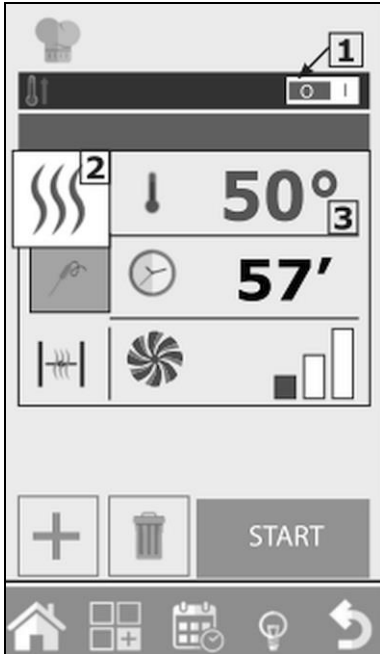
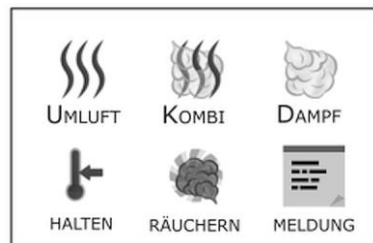
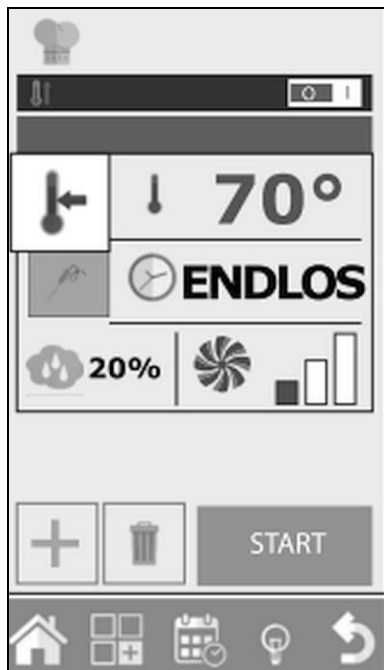

Abb. 10
Abb. 11
Abb. 15
Außerdem kann diese Funktion durch Drücken auf die Taste 1 (Abb. 10) rechts oder links aktiviert oder deaktiviert werden.
Die Taste 2 (Abb. 10) ist werkseitig auf den Gar-Modus **Umluft** eingestellt. Durch Drücken dieser Taste ist es möglich, den Gar-Modus auf **Kombidämpfen** oder **Dampfgaren** zu ändern. Außerdem können die Gar-Modi **Halten**, **Meldung** oder **Räuchern** eingestellt werden (Abb.11).
Durch Drücken der Taste 3 (Abb. 10) kann die Temperatur im Garraum eingestellt werden. Die einstellbare Temperatur ändert sich je nach gewähltem Gar-Modus.
2. Um die Garphase im Warmhaltemodus zu ändern, drücken Sie die Taste Gar-Modus (2, Abb. 10) und wählen Sie das Symbol HALTEN (Abb. 15).